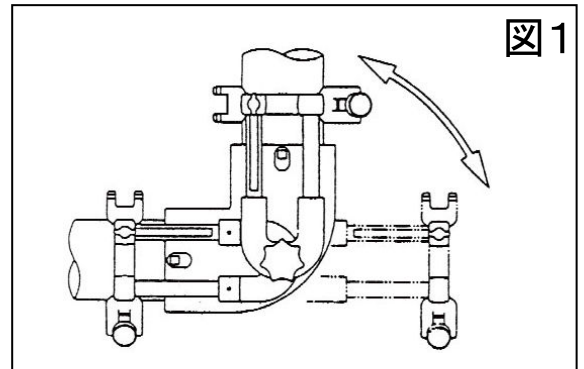
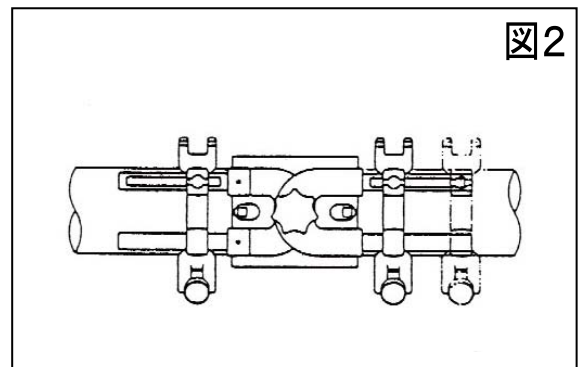

図1
図2
(2) クランプ方法
①角度調整ノブを緩めインデックスプランジャーを引き、継手の角度に合わせて下さい。（図1）
②角度調整ノブを締め、確実に固定して下さい。
③ローレットノブを緩め、本体を継手の大きさに合わせスライドさせて下さい。（図2）